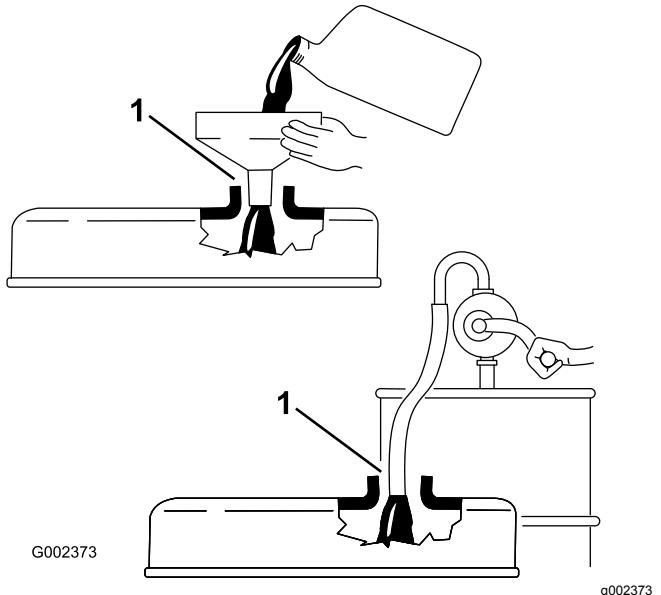

Figura 20
**Importante:** Retire la varilla mientras se llena de aceite el motor. Al añadir aceite de motor o al cambiar el aceite, debe haber holgura entre el dispositivo de llenado de aceite y el orificio de llenado de la tapa de las válvulas, según se muestra en Figura 20.